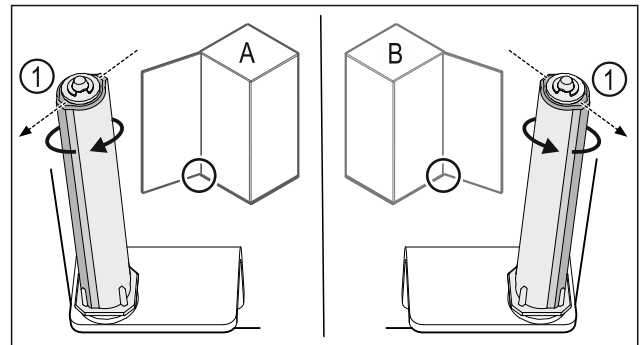

Fig. 43 Linksanschlag (A) / Rechtsanschlag (B)
- SchlieBsystem gegen den Widerstand drehen, bis der Steg des SchlieBsystems Fig. 43 (1) nach auBen zeigt.